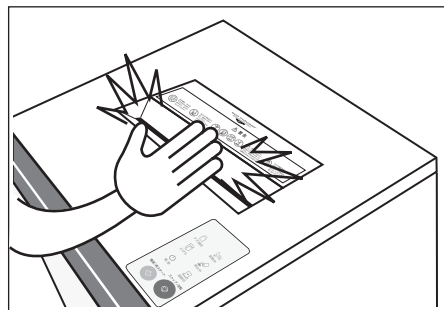

図9
- 危険が生じた場合など、非常停止したい場合には、投入口安全スイッチ③を押してください。このスイッチを押すと、カッターが停止します。 **図9 参照**